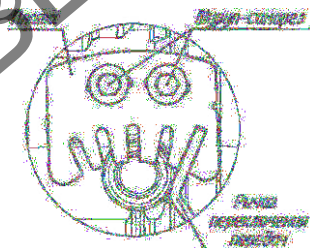

Рис.9.2.
- Выставить Плату по Рычагу переключения передач (как показано на Рис.9.2) и зафиксировать её Шурупами-саморезами.